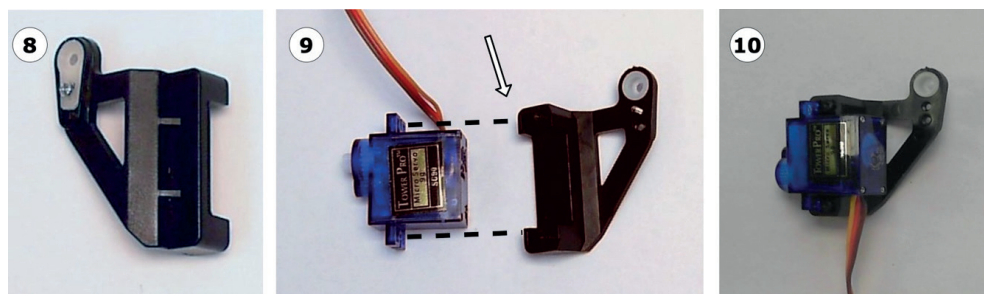

**Рис. 10.12.** Сборка левой части механизма и планки наклона
Для этого обратитесь к рис. 10.12 и выполните следующие шаги.
1. Совместите выступ с отверстием на механизме наклона, как показано на рис. 10.12.